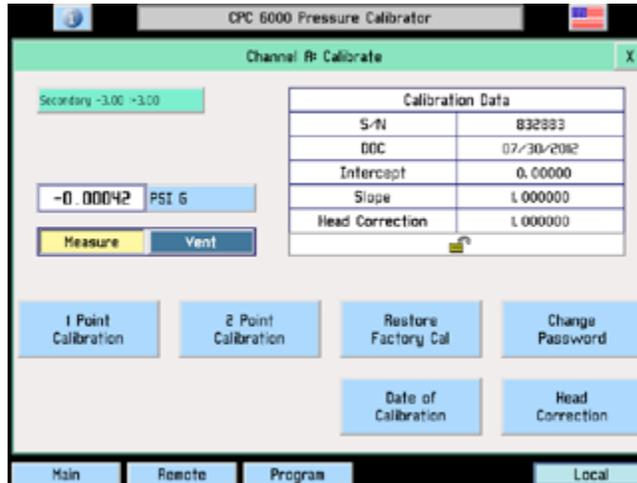
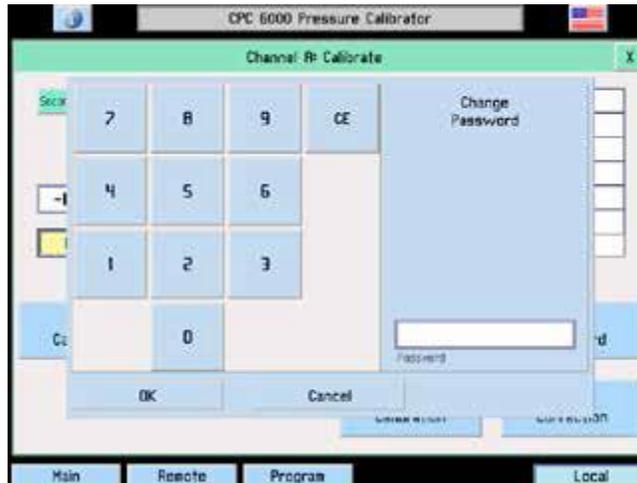

图 10.6.1C - 校准数据屏幕（已解锁）
图 10.6.1D - “更改密码”窗口
4. 显示校准数据屏幕（图 10.6.1C）。使用该屏幕更改密码以执行功能：1 点校准、2 点校准、恢复出厂校准和高差修正。触碰 [Change Password]，出现如图 10.6.1D 所示的更改密码窗口。
8. 按下 [Main] 并重复步骤 1 到 3 可返回校准数据屏幕以确认新密码是否有效（图 10.6.1C）。如果使用旧密码或新密码均不能进入该屏幕，请联系 Mensor。
最后一次出厂校准所确定的各量程比的偏移和斜率值存储在各变送器的永久性内存中。无论后续经过多少次校准，这些出厂值都可在任何时候恢复。如需恢复所用量程比的出厂校准，请按下已解锁数据输入屏幕的 [Restore Factory Cal]（图 10.6.1C）。这将同时恢复所用量程比的出厂零点偏移和斜率校准值。可根据需要对每个量程比重复执行 [Restore Factory Cal] 功能。